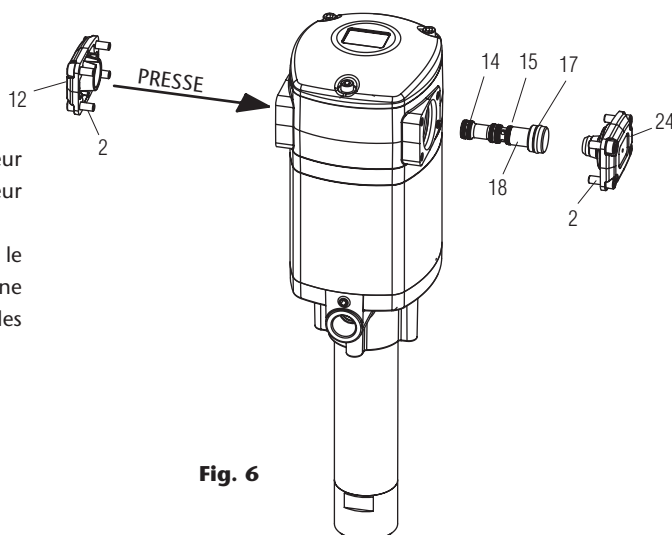

Fig. 6
1. Dévissez les 4 vis (2) du couvercle (24) et le retirer.
2. Dévissez les 4 vis (2) du couvercle (24) et le retirer.
3. À l'aide d'un outil en plastique, tapotez doucement le distributeur d'air (18) du côté de son plus petit diamètre à travers le moteur (fig. 6), extraire le distributeur (18).
4. Remplacez les joints du distributeur d'air (4x14), (15) et (17) ou le remplacer intégralement (18) avec les joints déjà installés en usine (kit 539505). Ceci est le choix recommandé pour s'assurer que les joints soient correctement installés.